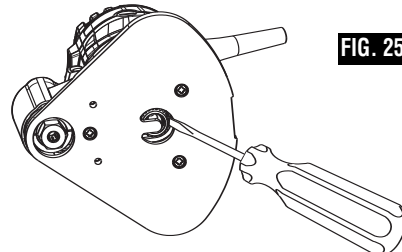

FIG. 25
3. Introduzca un destornillador (no incluido) a través de la abertura con forma de U de la subbase para ajustar la correa sobre la polea de accionamiento. (Fig. 25)